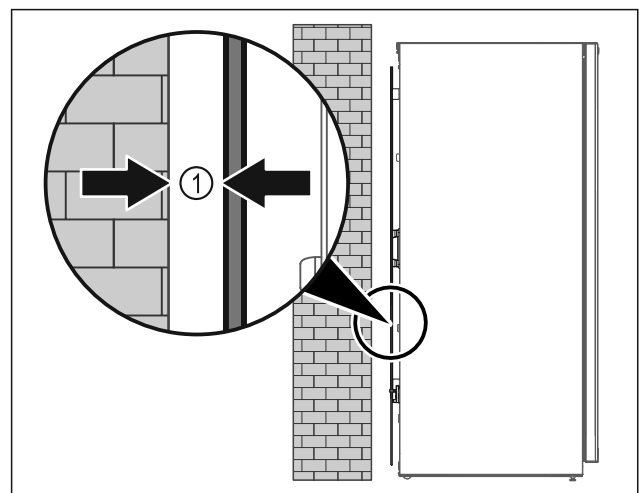

Fig. 9
- Aparat postavite na poljubno mesto v prostoru ali neposredno ob steno z minimalnim odmikom 5 mm Fig. 9 (1).